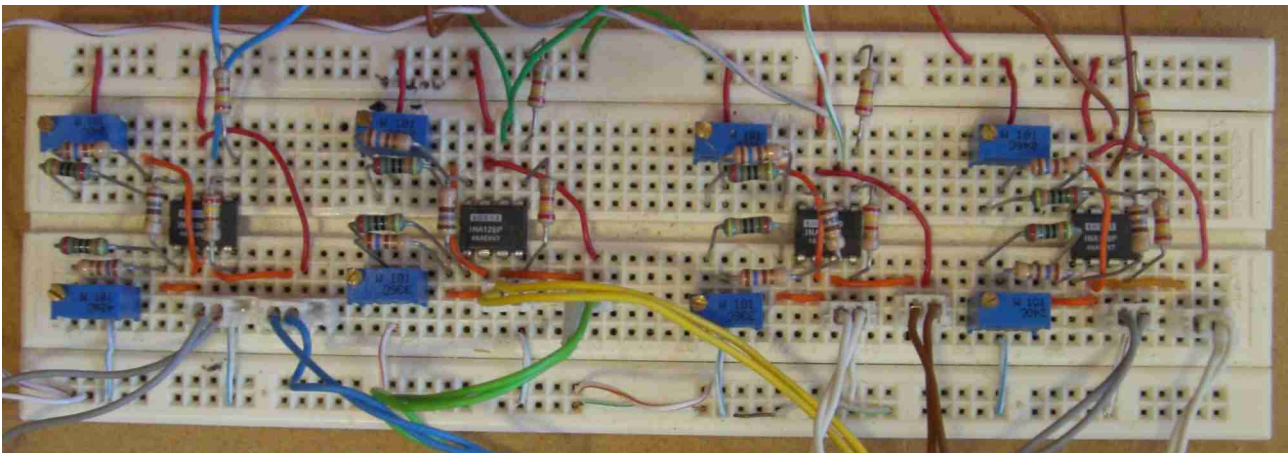

Fig. 29: Placa de acondicionamento de sinal.
Verifique também a presença dos extensómetros “espelho” que serão utilizados para efeitos de simetria nas pontes de *Wheatstone* da placa de acondicionamento. Esta placa (Fig. 29) além de medir a variação de resistência dos extensómetros de um dos pés, também amplifica estes pequenos sinais, de modo a poder serem utilizáveis pela unidade de controlo local. Conecte os cabos oriundos dos extensómetros (de medição das forças e “espelhos”) a esta placa.
4. Verifique a resistência dos potenciómetros superiores da placa de acondicionamento de sinal (Fig. 29). Devem possuir metade do seu valor máximo: 50Ω .
5. Alimente apenas o circuito de acondicionamento com 5V (verifique as polaridades), com os sensores em vazio, ajuste os potenciómetros de calibração de modo a que a saída do amplificador corresponda a 1V. Os potenciómetros de calibração localizam-se na parte inferior da placa (Fig. 29). Caso a saída nunca varie, é porque existe algum mau contacto na placa – verifique novamente as ligações (passo 3).
3. Calibre as pontes de Wheatstone, através dos potenciómetros inferiores (Fig. 29), de modo a que os amplificadores (saídas do circuito) apresentem uma tensão de 1V;